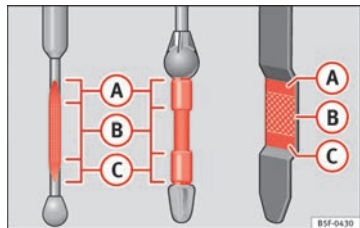

Fig. 159 Varilla de medición del nivel de aceite.
- A continuación, vuelva a extraerla y compruebe el nivel de aceite ⇒ fig. 159. En caso necesario, reponga aceite del motor.